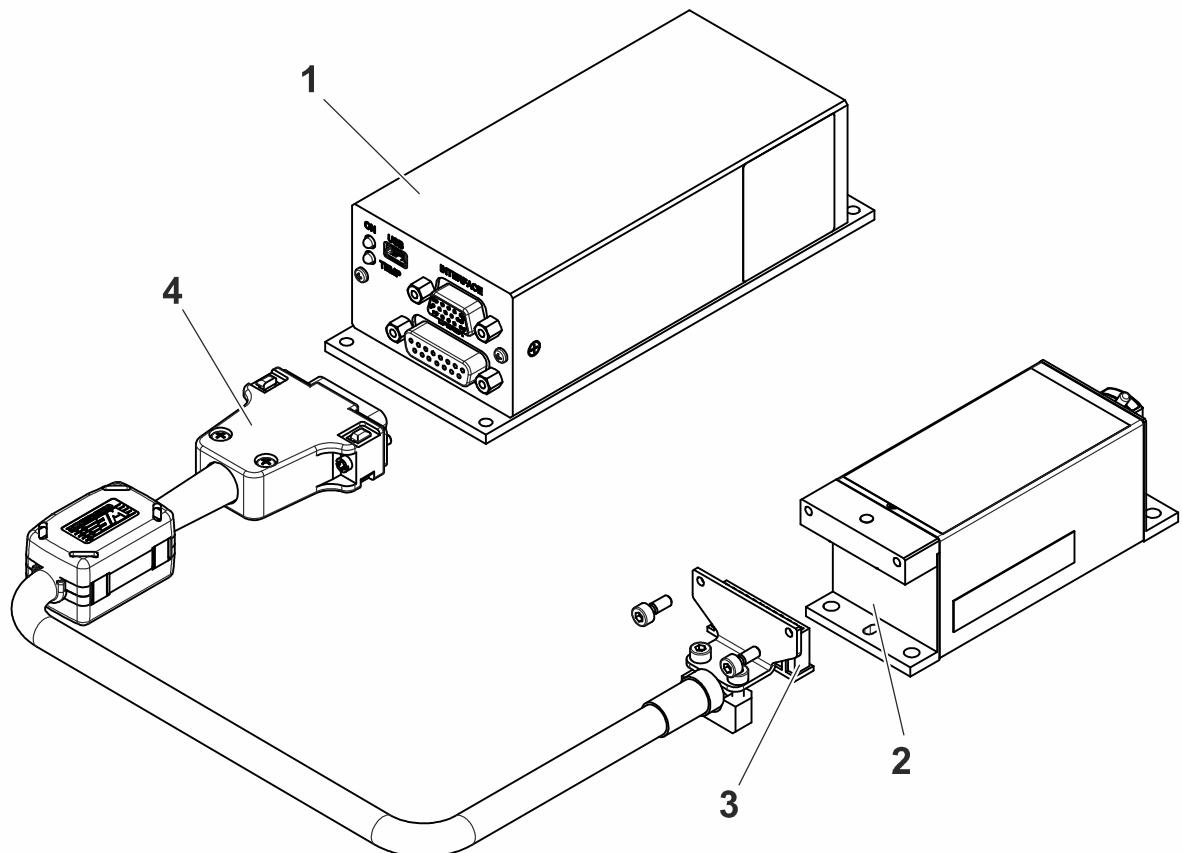

Abb. 12 DPSSL anschließen
- Falls nicht vorinstalliert, schließen Sie das Anschlusskabel mit der 24-poligen Buchsenleiste (Abb. Abb. 12/3) an die Stifteleiste des Lasermoduls (Abb. 12/2) an.
- Verbinden Sie das andere Ende des Anschlusskabel (HD D-Sub-Steckverbinder 15-polig, Abb. 12/4) mit dem Controller (HD D-Sub-Buchse 15-polig, Abb. 12/1).